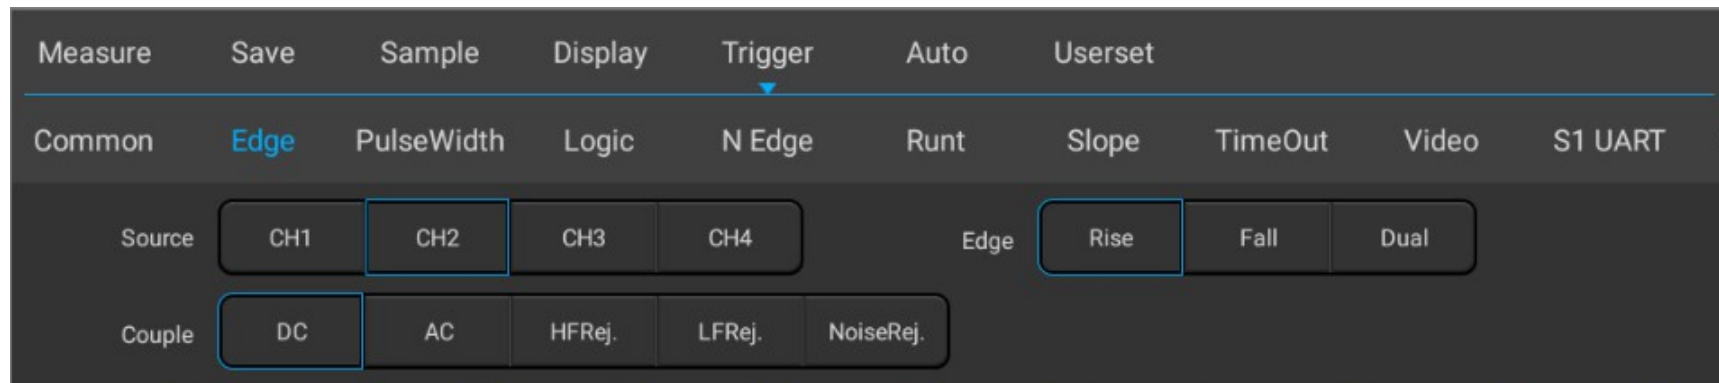

Abbildung 6-12 Menü „Flankentriggereinstellungen“
- 1) Tippen Sie im Hauptmenü auf „Trigger“, um das Triggermenü zu öffnen, wählen Sie im Triggertyp „Flankentrigger“ aus und stellen Sie den Flankentrigger wie in Abbildung 6-12 gezeigt ein: